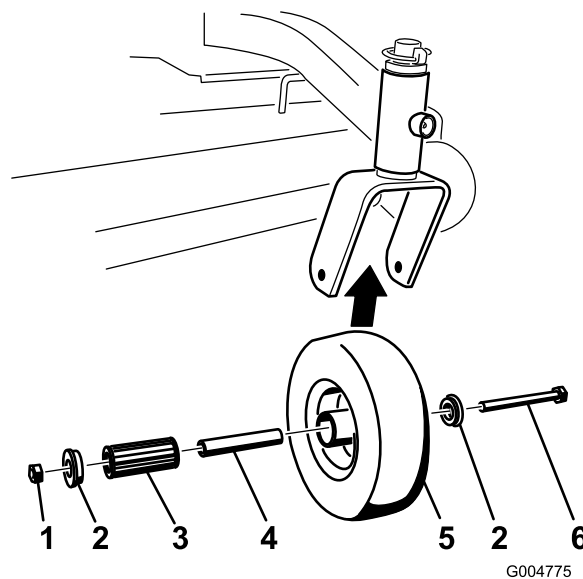

Figura 42
1. Retire la contratuerca y el perno que sujetan la rueda giratoria a la horquilla (Figura 42).
2. Retire un solo casquillo y tire del casquillo intermedio y del cojinete de rodillos para sacarlos del cubo de la rueda (Figura 42).
3. Retire el otro casquillo del cubo de la rueda y limpie la grasa y la suciedad del cubo de la rueda (Figura 42).
4. Inspeccione el cojinete de rodillos, los casquillos, el casquillo intermedio y el interior del cubo de la rueda para comprobar que no están desgastados. Cambie las piezas defectuosas o desgastadas (Figura 42).
5. Para montar el conjunto, coloque un casquillo en el cubo de la rueda. Engrase el cojinete de rodillos y el casquillo intermedio y deslícelos en el cubo de la rueda. Coloque el segundo casquillo en el cubo de la rueda (Figura 42).
6. Instale la rueda giratoria en la horquilla y fíjela con el perno y la contratuerca. Apriete la contratuerca hasta que el casquillo intermedio se apoye contra el interior de las horquillas de las ruedas giratorias (Figura 42).